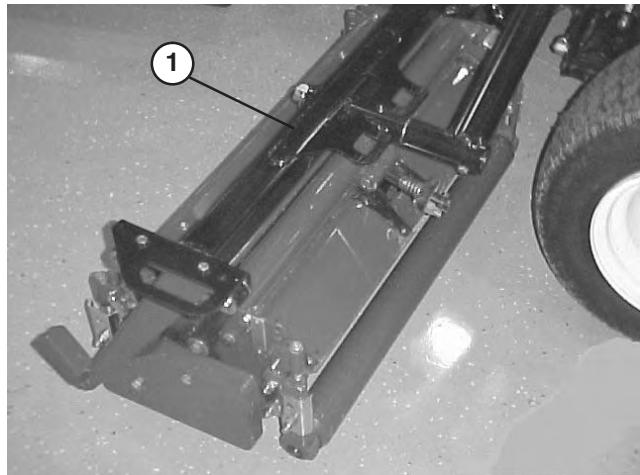
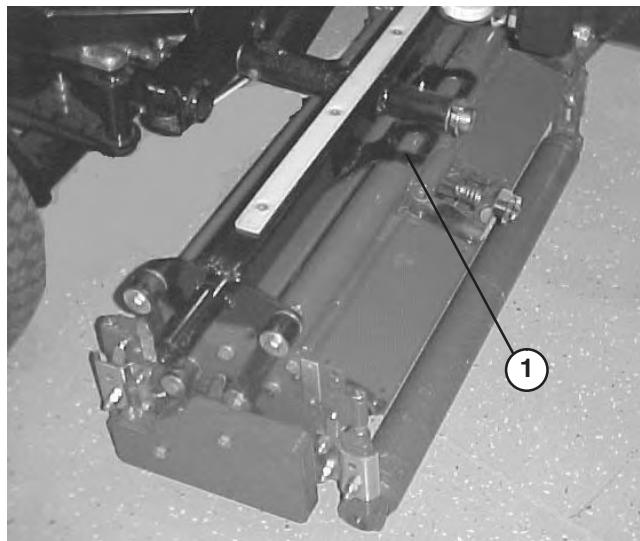
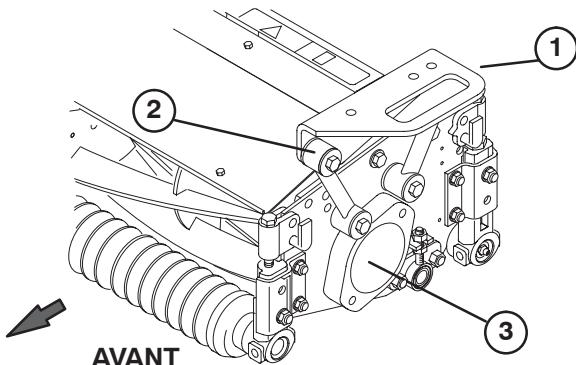

Figure 12
Figure 13
Figure 14
Remarque : Quand les bras de levage sont élevés au maximum, les flexibles doivent être acheminés comme illustré à la Figure 14 et se trouver à 1,016–3,048 mm du bras de levage.
- Placez un bâti porteur avant (Fig. 12) sur chaque plateau de coupe avant. Alignez les trous de montage sur les bielles de montage comme illustré à la Figure 14.
- Positionnez le bâti porteur arrière (Fig. 13) sur le plateau de coupe arrière, et alignez les trous de montage sur les bielles de montage comme illustré à la Figure 14.
4. Fixez chaque biellette au bâti porteur avec une vis d'assemblage (3/8-16 x 2-1/4 pouce), (2) rondelles plates et un contre-écrou, comme illustré à la Figure 14. Placez une rondelle de chaque côté de la biellette lors du montage. Serrez à 42 Nm.
3. Déposez l'obturateur de transport des logements de roulements sur les plateaux de coupe restants (Fig. 14).